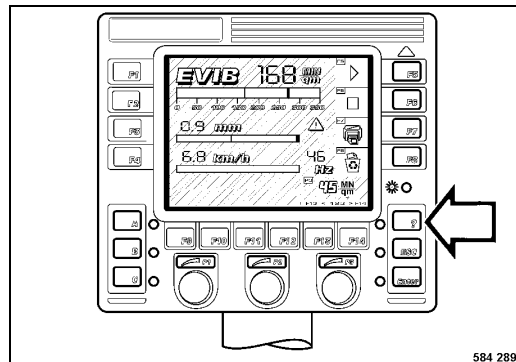

Fig. 201
- Press key "?" (menu) (Fig. 201).